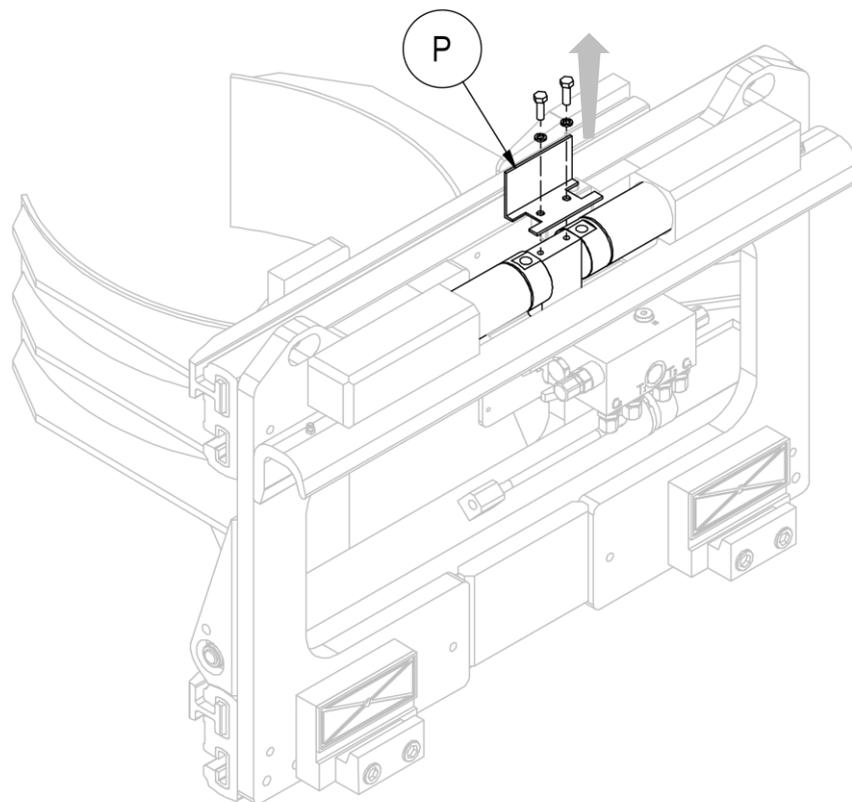
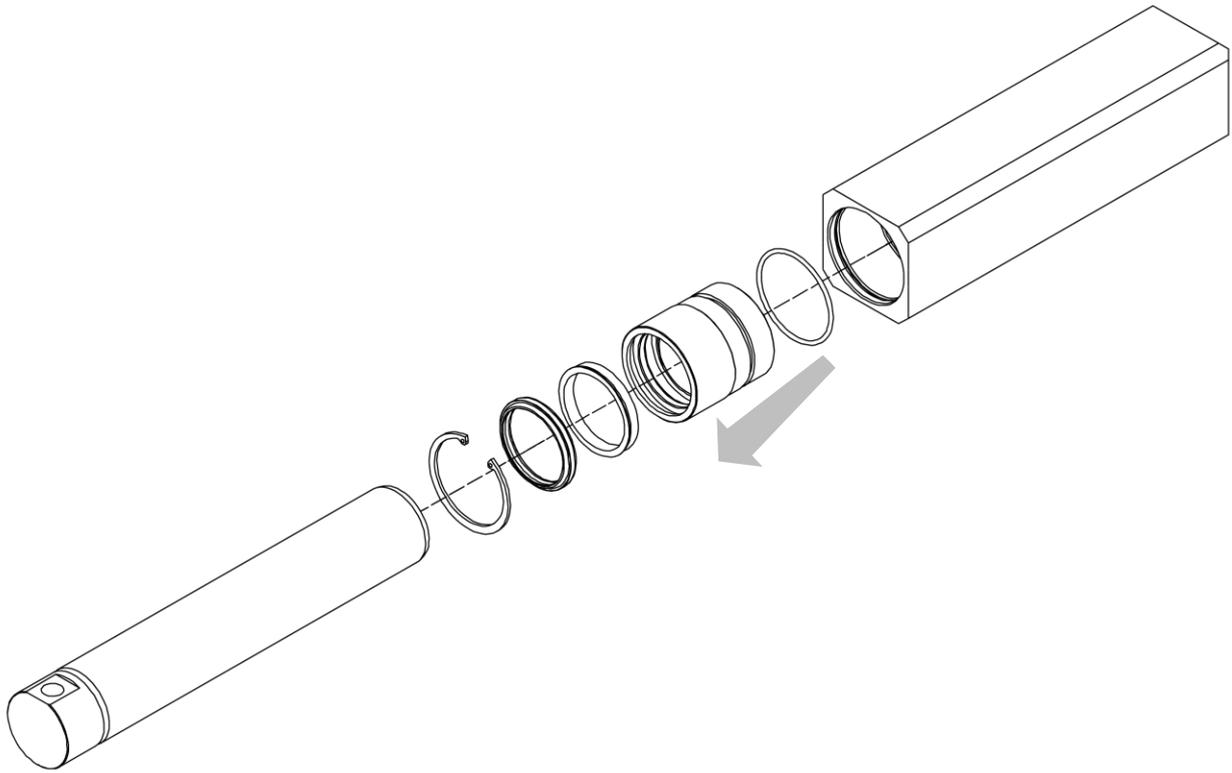

Abbildung 50
Abbildung 51
7. Siehe *Abbildung 50* und *Abbildung 51*.